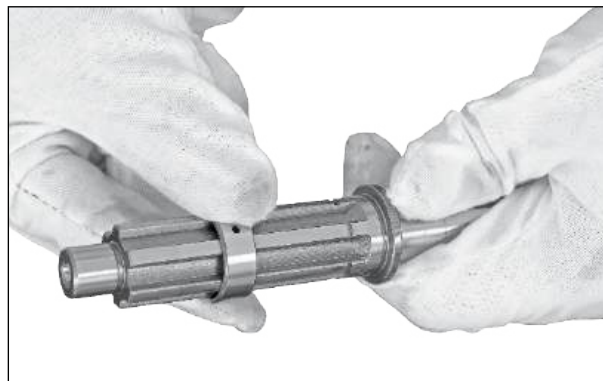

Fig. 3.151
- Remova a bucha da engrenagem movida da 1ª marcha do eixo de acionamento. (Fig. 3.151)